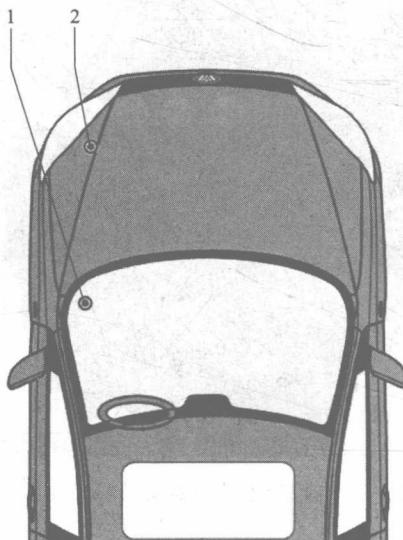

图 1-4 全新捷达继电器位置
- ① 依车辆装备。
② 仅适用车内开启后行李厢的车辆。
③ 仅适用于手动空调。
④ 仅适用于自动变速箱。
⑤ 仅适用于手动变速箱。
(2) 继电器信息 继电器位置如图 1-4 所示。